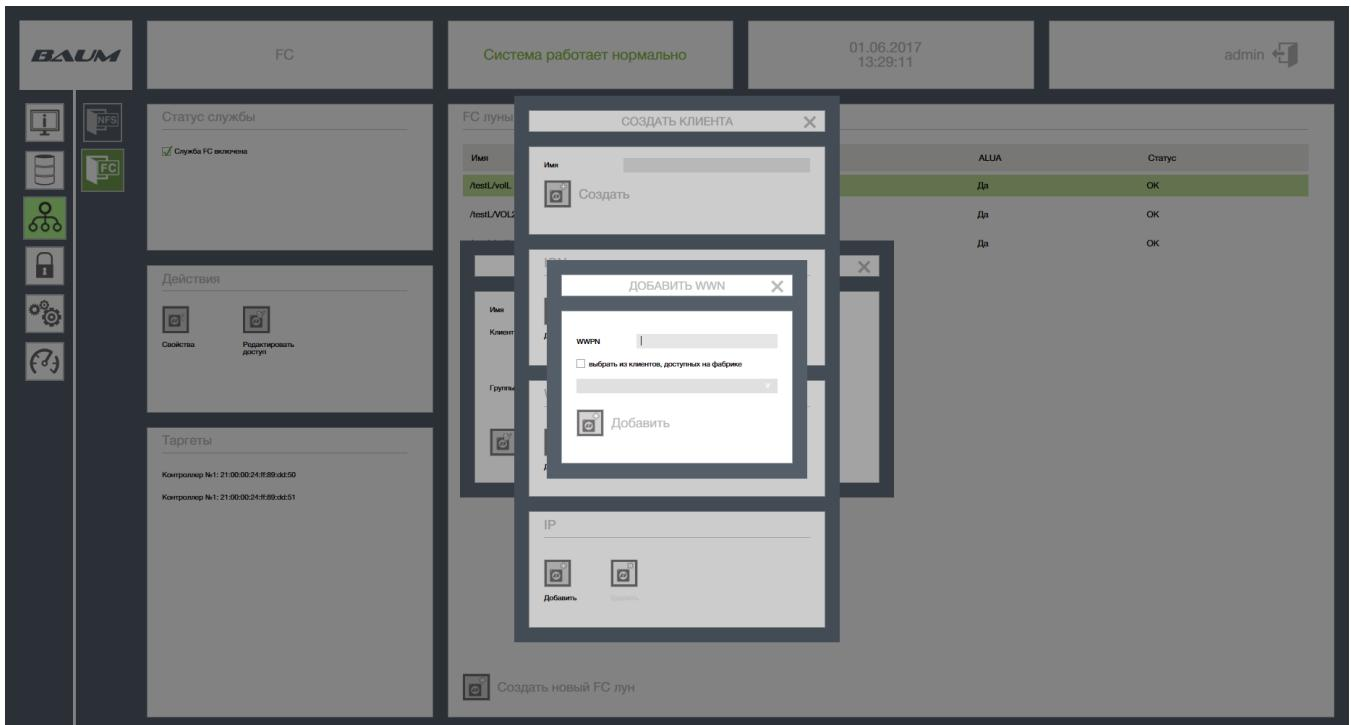

Рисунок 45 – Добавление WWN
- 4.3.2) Из выпадающего меню выбрать нужные wwpn клиента (см. Рисунок 45)